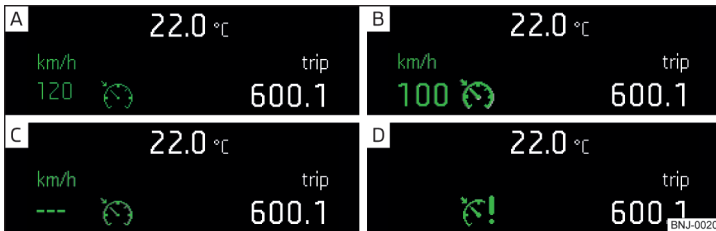
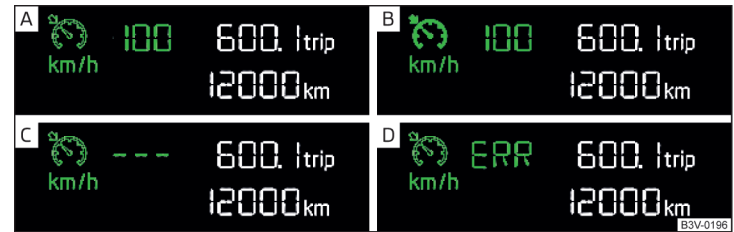

Fig. 226 Afiașaj MAXI DOT (monocromatic): Exemple de afișări de stare a sistemului de menținere automată a vitezei de deplasare (GRA)
Fig. 227 Afiașaj segment: Exemple de afișări de stare a sistemului de menținere automată a vitezei de deplasare (GRA)
**Afișajele de stare ale GRA » fig. 226, » fig. 227**